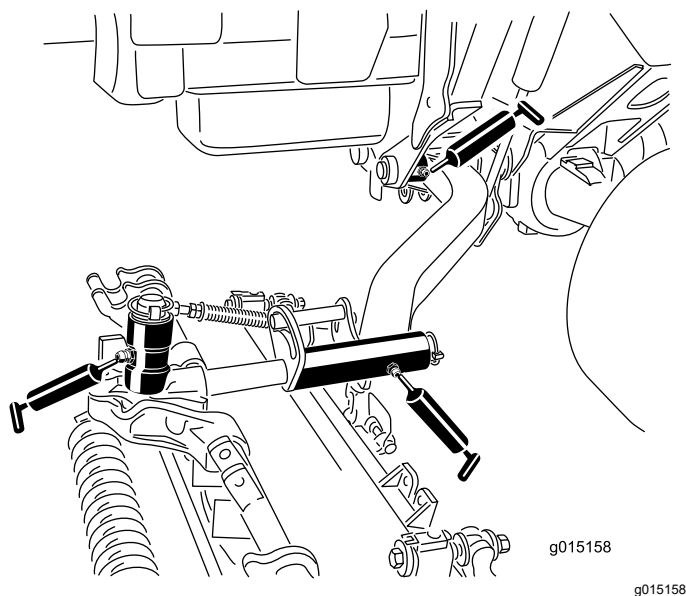

図 85
- 昇降アームのピボットブッシュカuttingユニット 1台に1ヶ所 図 85
- カuttingユニットのキャリアフレームカuttingユニット 1 台に 2 ケ所 図 85
- 昇降アームのピボットカuttingユニット 1 台に 1 ケ所 図 85